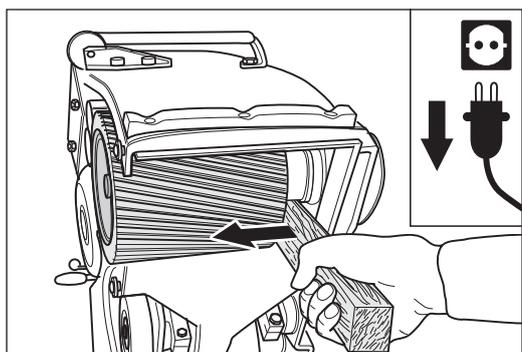

Abb. 50 Wenn die Schleifwalze festsetzt, vorsichtig mit einem Holz hebeln. **Keine Gewalt anwenden!**
- Um die Maschine nicht zu beschädigen, verwenden Sie bei festsetzender Schleifwalze einen Holzhebel (Abb. 50)! Die Schleifwalze niemals durch Hammerschläge lösen!**